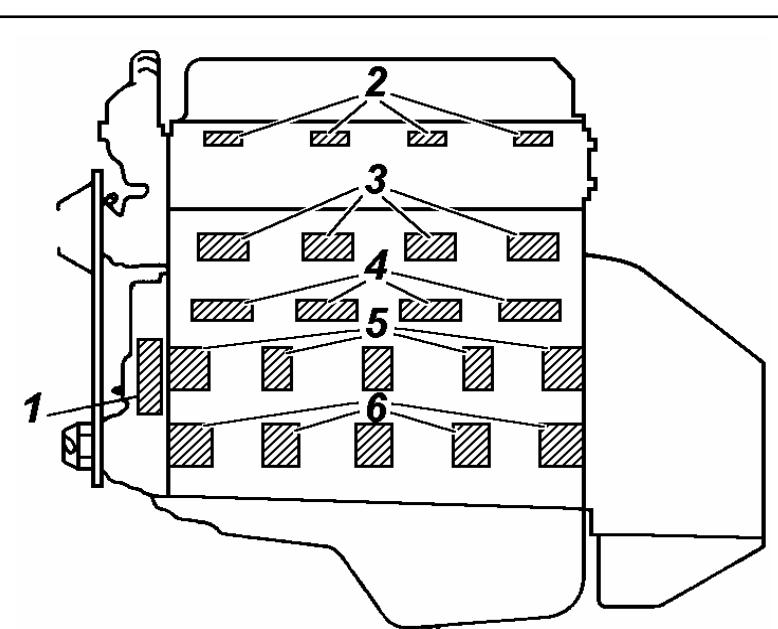

Рис. 3.2 Зоны прослушивания двигателя.
**Шумность работы двигателя** прослушивайте стетоскопом модели К-69М ГАРО на прогретом двигателе при различной частоте вращения коленчатого вала (рис.3.2).